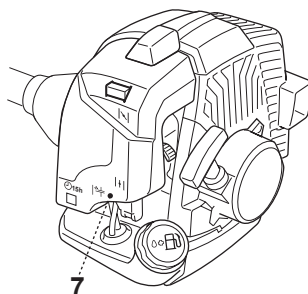

Fig. 12
- > Si le moteur est froid, appuyez sur l'amorce [7] lors du démarrage (fig. 12).